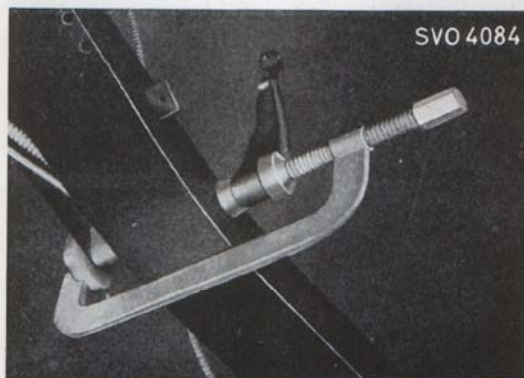

Bild 21. Montering av pedaler.
3. Sätt kopplingspedalen på axeln (7) samt skjut in denna på sin plats i ramen.
4. Sätt en gummihylsa (9) på bromspedalen på den mot ramen vända sidan. Smörj bussningen och sätt på axeln.
5. Montera därefter dragplåten (11). Pressa ihop det hela med tving SVO 4084, bild 21, och sätt fast låsringen (12).
6. Skruva i smörjnippeln (1) vid kopplingspedal- sidan och proppen (13) i motsatta änden. Smörj med chassismörjmedel.